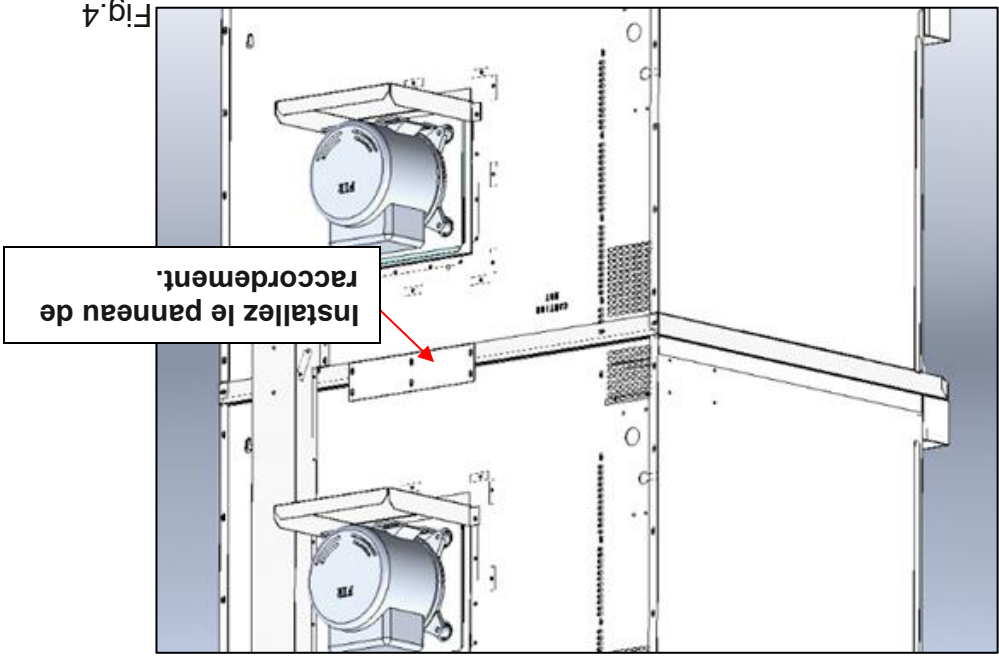

Fig.4
1. Fixez la zone d'intersection entre l'appareil supérieur et l'appareil inférieur à l'aide d'un panneau de raccordement, tel qu'illustré à la Fig. 4.